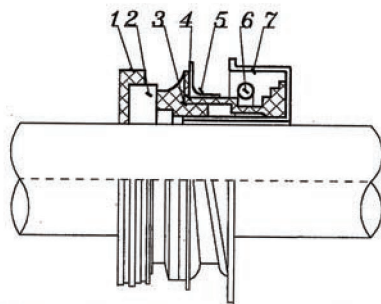

Fig. 2-3
4. De afstand tussen waaijer en het oppervlak van de stroomgeleiding moet meer dan 1 mm bedragen zodat deze na het toevoegen van een katrolschijf gebruikt kan blijven worden. Zie Fig 2-3